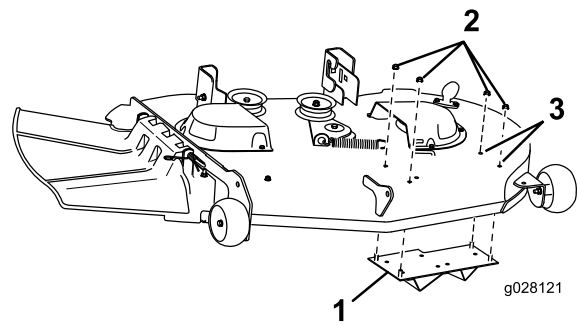

Figure 5
- Retirez les 2 boulons de fixation et les 2 écrous du tablier de coupe aux emplacements indiqués à la Figure 5.
- Écrou à embase (5/16 po) (4)
- Fixez la plaque de déflecteur « kicker » au côté gauche du tablier de coupe avec 4 écrous à embase (5/16 po), comme montré à la Figure 5.